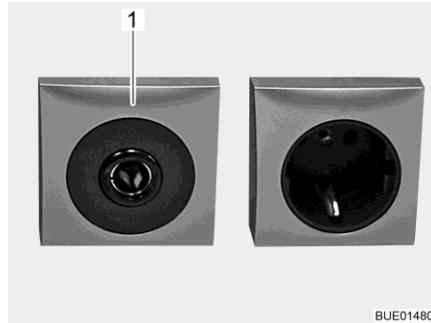

Fig. 189 Prise de courant 12 V/10 A
- ▷ Ne brancher aux prises de courant (Fig. 189,1) du réseau de bord 12 V que des appareils de maximum 10 A.